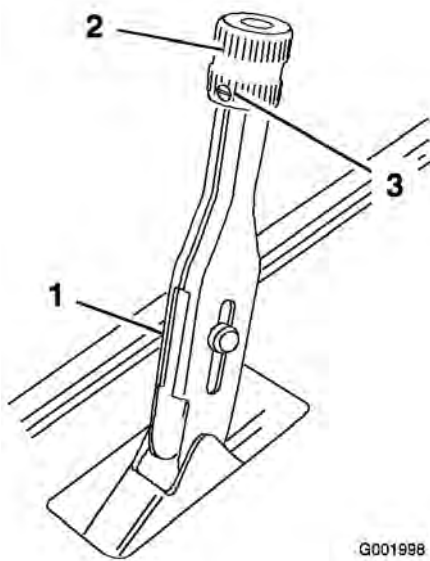

図 59
1. ブレーキ・レバーに調整ノブを固定している固定ネジをゆるめる (図 59)。